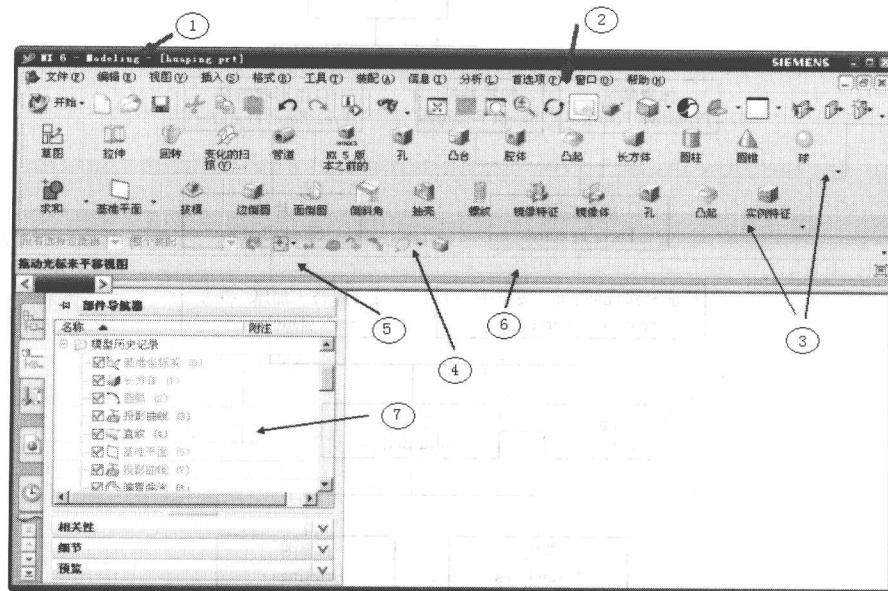

图 1-2 UG NX 6.0 操作界面
1. 打开文件 huaping.prt，指出图 1-2 中各序号指示的 UG NX 6.0 界面中各部分的名称。